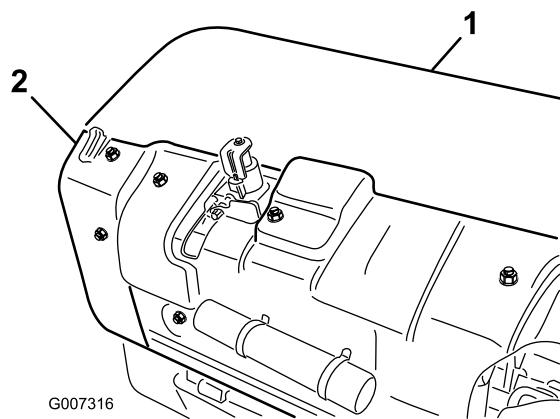

Figura 36
1. Retire a cobertura da cabeça de perfuração traseira (Figura 36).
- Retire as porcas de montagem da proteção da polia e retire a proteção (Figura 36).